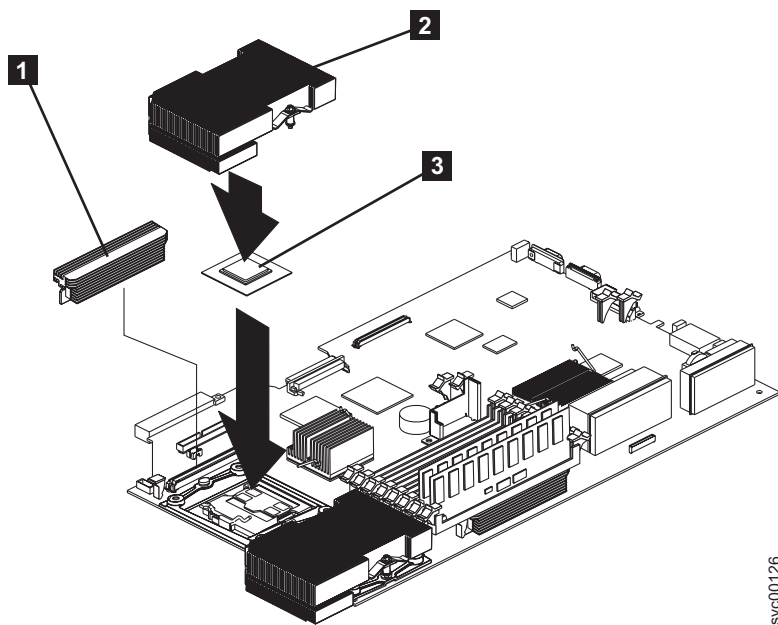

図 270. マイクロプロセッサおよびヒートシンクの位置
7. ヒートシンク **2** をマイクロプロセッサ **3** の上部に取り付けます (図 270 を参照)。